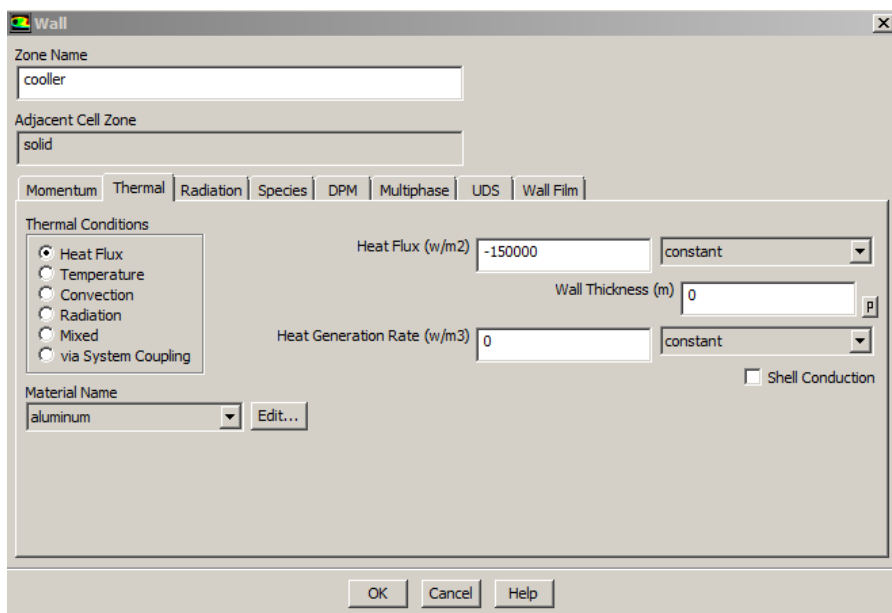

Рис. 42 – Настройка охлаждения жидкости
**Шаг 13.** Затем настраивается граничное условие охладителя (*cooller*). Так как эта поверхность относится к поверхности меньшей трубы, для нее указывается шероховатость (*Roughness Height*) 3 мм. Затем во вкладке *Thermal* выбираются параметры теплового потока (*Heat Flux*) и указываются следующие параметры (рис. 42):